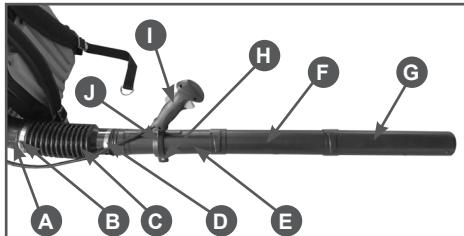

Рис. 2 Последовательность сборки
Произведите сборку в следующем порядке (Рис. 2):
- Наденьте на оба конца гибкой трубы С червячные хомуты В и D и наденьте гибкую трубу на выходной патрубок А корпуса воздуходувного устройства (Рис. 2). Затяните хомут В.
- Наденьте рукоятку управления I на трубу Е (Рис. 2). При необходимости, ослабьте затяжку гайки Н хомута J крепления рукоятки управления. Для исключения проворачивания винта воспользуйтесь ключом шестигранным 4 мм из комплекта поставки устройства.
- Вставьте трубу напорную Е с установленной на ней рукояткой управления в гибкую трубу С (Рис. 2). Затяните хомут D.
зами в трубе F. Нажмите на трубу F в сторону трубы E до упора и поверните трубу F против часовой стрелки (если смотреть со стороны двигателя) до плотной её фиксации (Рис. 2).
5. Точно также в соответствии с пунктом 4, установите трубу G на трубу F (Рис. 2).